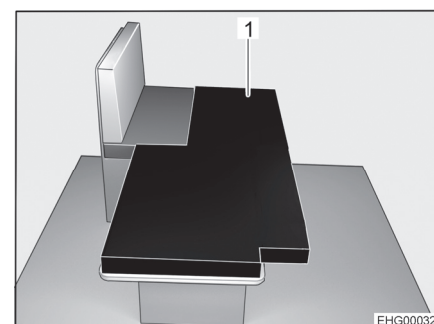

Fig. 42 Dopo la trasformazione
- Posizionare il cuscino aggiuntivo (Fig. 42,1) come illustrato, sul tavolo ribassato.